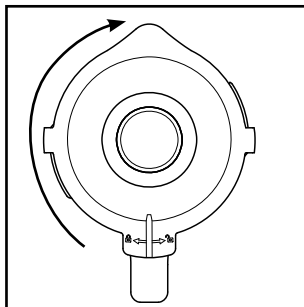

Fig. 2
- 4) Appuyez à nouveau fermement le couvercle **2** sur le bol mixeur **3** de manière décalée. Refermez le couvercle **2** en le tournant dans le sens horaire jusqu'à ce qu'il enclenche audiblement en position  (voir fig. 2). Veillez à ce que le bec verseur du bol mixeur **3** soit fermé. Le moteur ne peut démarrer que si le couvercle **2** est posé de manière alignée.